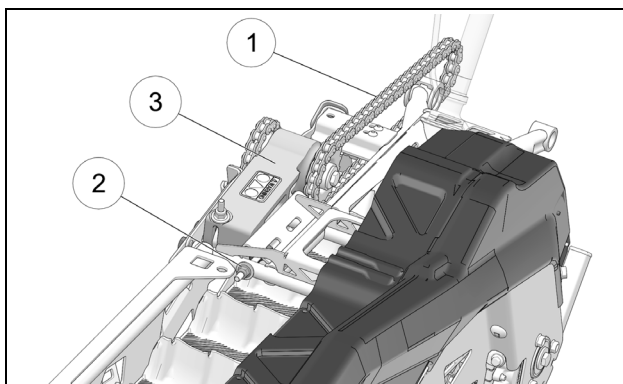

Figure 4
- Ajuster la tension de la chaîne d'entraînement primaire (1) en tournant l'écrou d'ajustement (2) à l'arrière du tendeur (3) pour éliminer le jeu de la chaîne primaire. Voir la Figure 4.